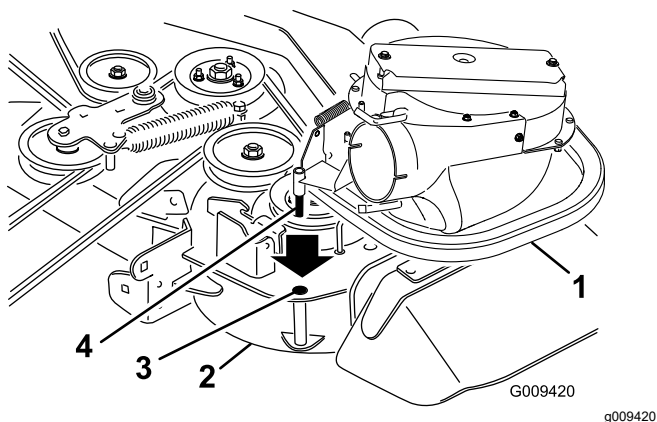
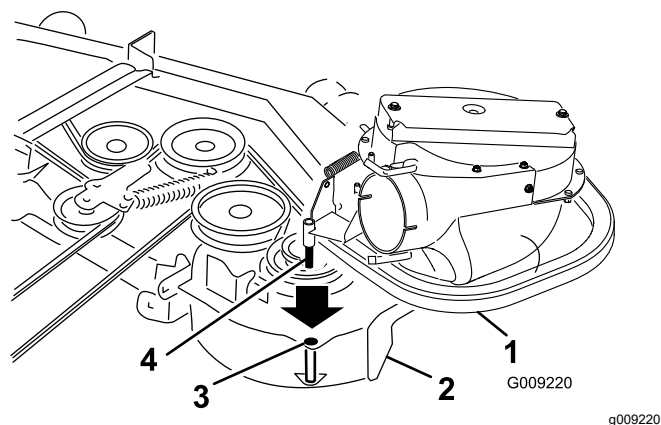

Bild 17
Bild 18
2. Schieben Sie den Gebläsestift in das Drehzapfenloch (**Bild 17** oder **Bild 18**).